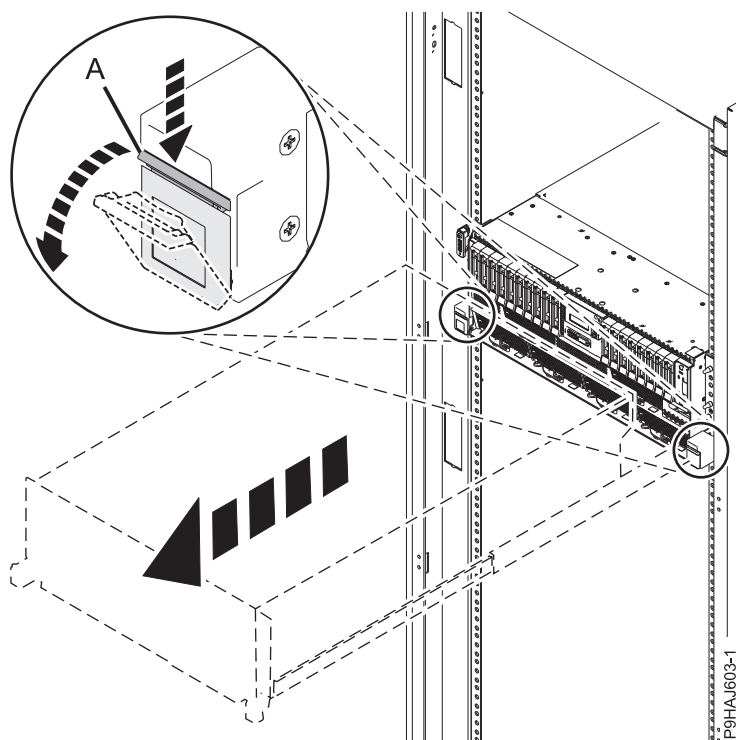

Figura 38. Alliberament dels pestells laterals
2. Per un sistema muntat en bastidor, obriu els pestells laterals (A) i estireu-los per fer lliscar la unitat del sistema col·locant-la totalment en la posició de servei fins que els laterals quedin fixes i també la unitat del sistema. Assegureu-vos que els cargols de l'interior dels pestells no estiguin fixats al bastidor. Consulteu Figura 38 a la pàgina 54.